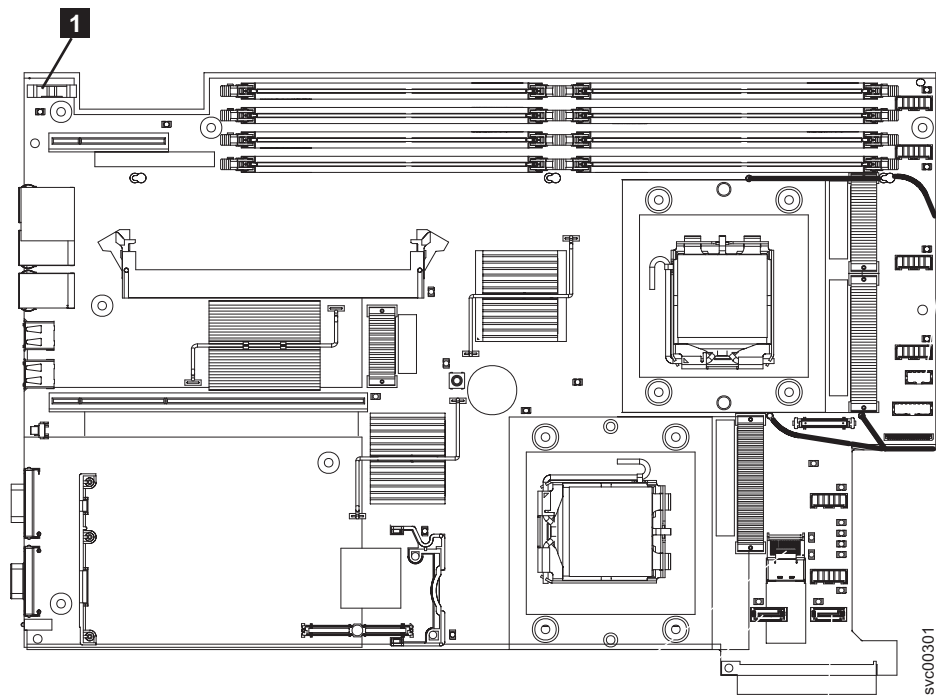

図 146. SAN ポリウム・コントローラー 2145-8G4 CMOS バッテリー・ホルダーの位置
2. システム・ボード上のバッテリーを見つけます。図 146 は、バッテリーの位置 ( **1** ) を示しています。